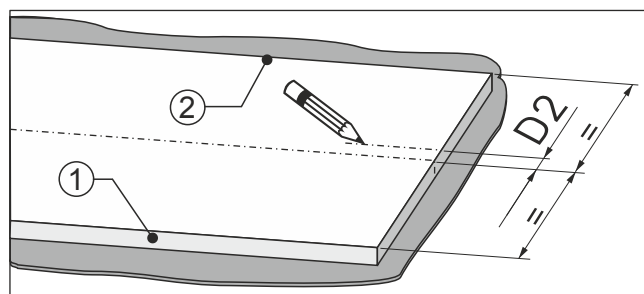

Fig. 93
- Misurare dal centro della parte frontale del mobile la quota Fig. 93 (D2) in direzione del lato della battuta della porta Fig. 93 (2).